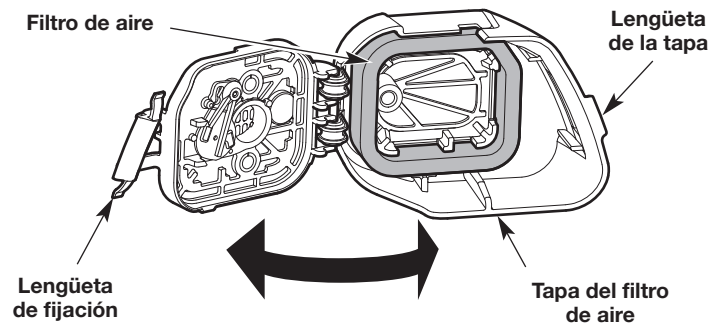

Fig. 22
1. Abra la cubierta del filtro de aire: Enganche sus dedos detrás de la lengüeta de la tapa. Para destrabar la tapa del filtro de aire, jale hacia la izquierda y lejos del motor. Es posible que deba jalar firmemente. Gire la cubierta del filtro de aire hacia la derecha (Fig. 22).
2. Extraiga el filtro de aire del interior de la cubierta del filtro de aire (Fig. 22).
6. Reinstale el filtro de aire dentro de la cubierta del filtro de aire (Fig. 22).
7. Cierre la cubierta del filtro de aire: Gire la cubierta del filtro de aire hacia la izquierda y oprímala para cerrarla hasta que la lengüeta de fijación entra a presión en su lugar (Fig. 22).